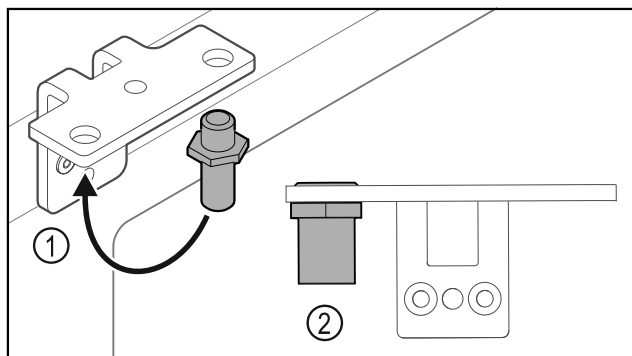

Fig. 38
- ▶ Paigutage polt Fig. 38 (1) šarniirnergikus ümber.
- ▶ Pingutage polt Fig. 38 (2) **pöördemomendiga 12 Nm** kinni.